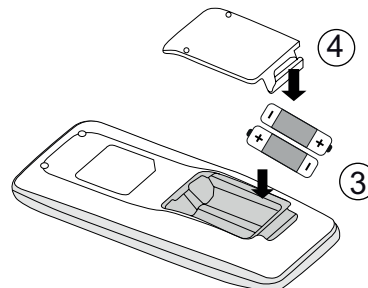

Fig.2
2. Rimuovere le batterie originarie (come indicato in Fig. 2 ②).
3. Installare due batterie di tipo AAA, 1.5V, inserendo batterie nuove e facendo attenzione a rispettare le polarità indicate "+" e "-" (come indicato in Fig. 2 ③).
4. Reinstallare il coperchio dell'alloggiamento delle batterie (come indicato in Fig. 2 ④).